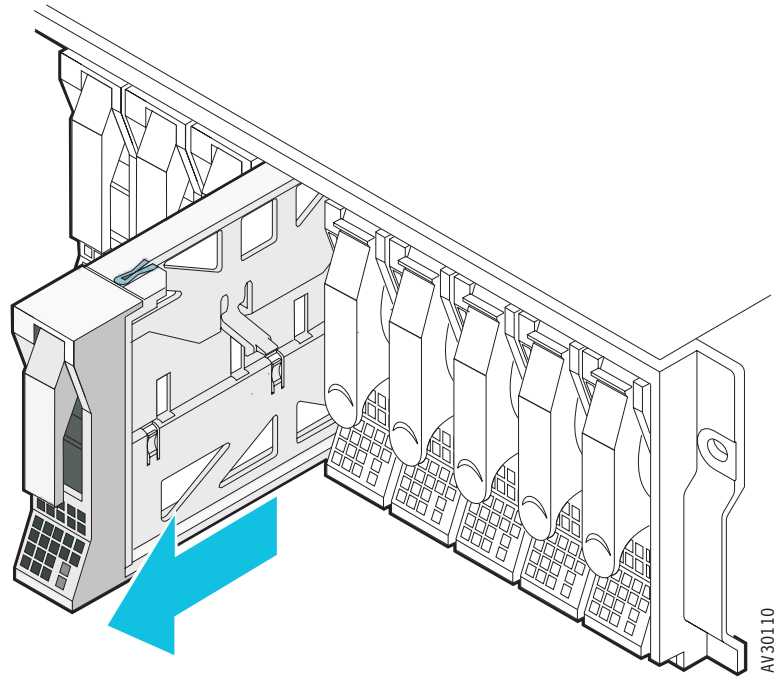

図 15. ダミー HDD モジュールの取り外し
6. ダミー HDD モジュールを取り外す場合は、27 ページの図 15 を参照して下さい。